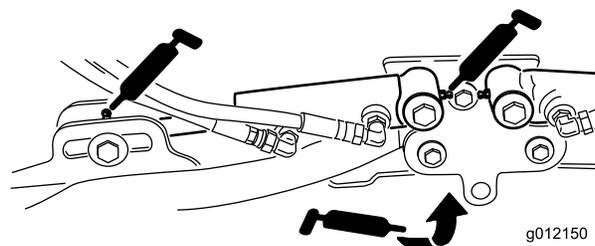

图44
- 滚刀组提升臂油缸 (每个滚刀组 2 个) (图44)
- 提升臂枢轴 (每个滚刀组 1 个) (图44)